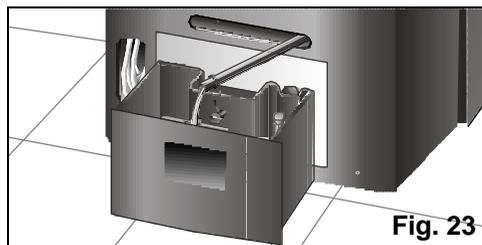

Fig. 23
- ❑ Antes, esvaziar a água de condensação que se encontra no depósito interno, retirando do seu alojamento o tubo de evacuação de água e desmontando o tampão, **Fig. 23**, para evacuar a água que se formou. Para isso deverá colocar um recipiente (ou o depósito extraível do equipamento) na saída do tubo de evacuação de água para apanhar a água condensada ou dirigir esse tubo para um escoamento próximo. Depois de ter